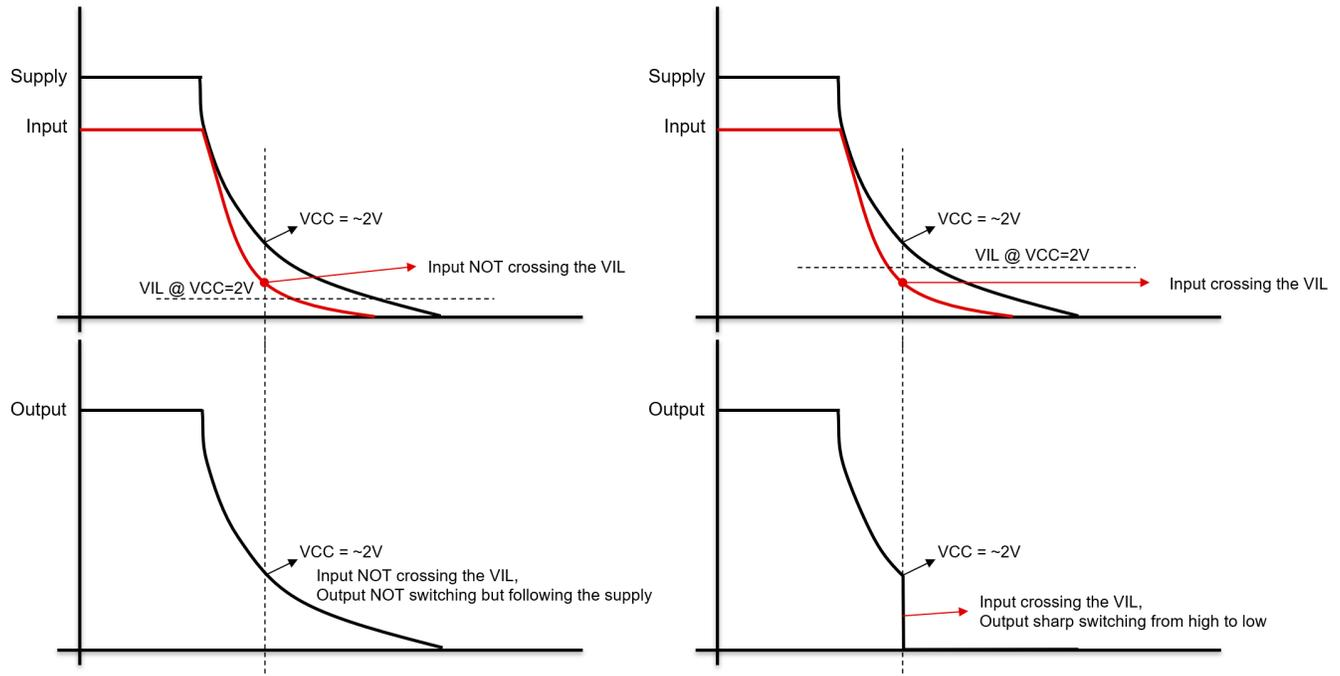

图 2-4. 正常与异常掉电逻辑对比
- 正常的芯片，当供电电压从 5V 跌落到 2V 左右时，芯片 V_{IL} 如 图 2-4 正常掉电逻辑所示， V_{IL} 低于 INPUT 电压，不会触发 OUTPUT 的低电平输出。
- 异常的芯片，当供电电压从 5V 跌落到 2V 左右时，芯片 V_{IL} 如 图 2-4 异常掉电逻辑所示， V_{IL} 高于 INPUT 电压，当 INPUT 跌落到 V_{IL} 时，就会触发下图的 OUTPUT 低电平输出，导致继电器异常动作。